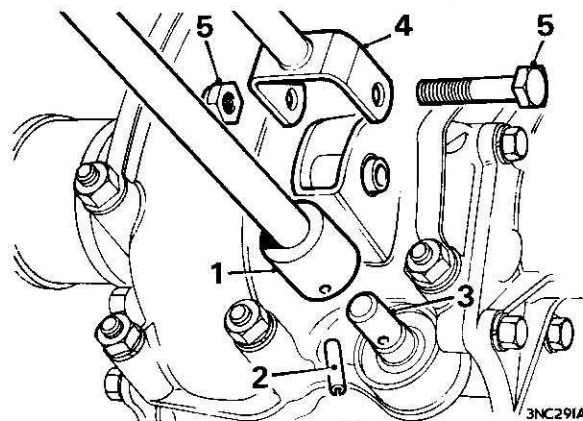

Fig. A.34
23. Estrarre la spina cilindrica che fissa l'asta interna lunga all'albero selezione ed innesto marce. Ved. Fig. A.34.
24. Svitare il dado ed il bullone che fissano la forcelletta del tirante antivibrante alla scatola del differenziale e rimuovere la forcelletta. Ved. Fig. A.34